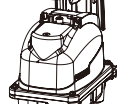

図2
- ③フィルターカバーを外します。(図2) 両端を持って上側に引き抜いてください。⇒フィルターカバーを外すとすぐゴミやホコリが落ちる可能性がありますのでご注意ください。比較的重い砂じん等はフィルターまで到達せずハウジング後側に落ちます。